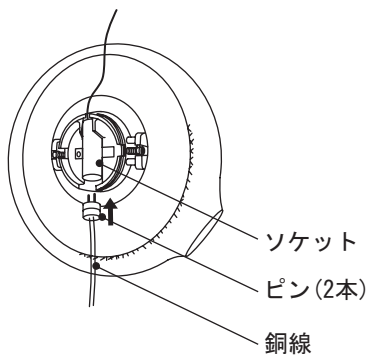

図 8
- ② グローブをキャップに合わせ、時計回りに回して、確実に固定してください。(図 8 参照)